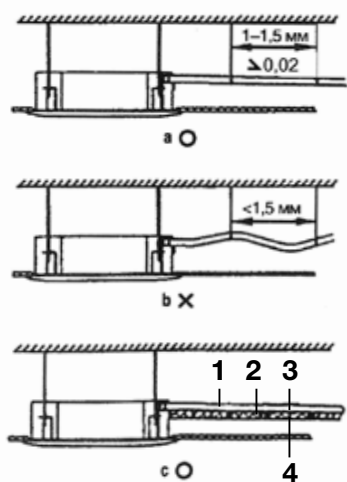

рис. 15
- Чтобы вода не выливалась обратно в кондиционер во время остановки работы агрегата, пожалуйста, проложите сливную трубу к стороне выхода с уклоном больше 2/100. Избегайте прогибов дренажной трубы (рис. 15).